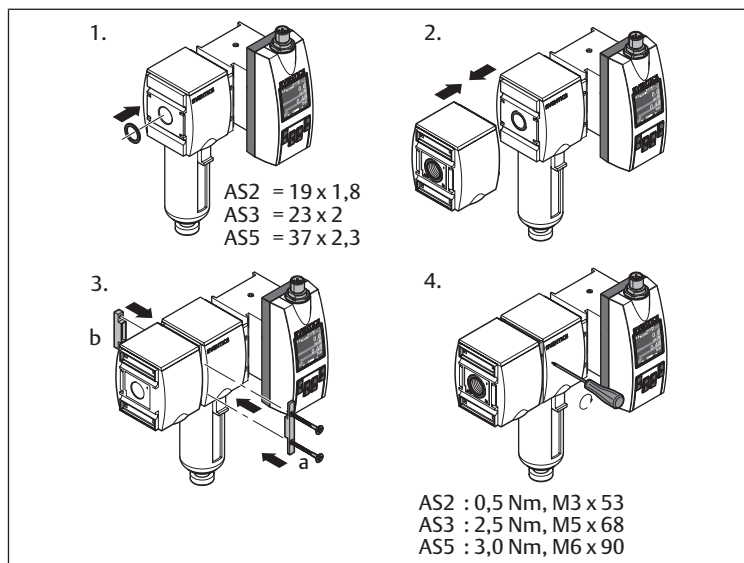

Fig. 6: Montaggio con set per il montaggio in batteria | W04
- Montaggio con set per il montaggio in batteria e gruppo di trattamento dell'aria: vedere → Fig. 6.